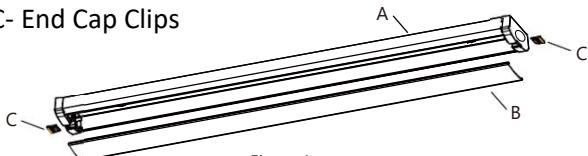

Figure 1
2. Remove diffuser (Part B) from the fixture base (Part A) by sliding an end cap clip(Part C) out from the end cap, then pull out the diffuser (Part B). Install the end cap clip back into the end cap. **See Figure 1.**
2. Pour sortir le diffuseur (pièce B) de la base du luminaire (pièce A), retirez une attache de capuchon (pièce C) du capuchon et dégarez le diffuseur (pièce B). Remettez l'attache de capuchon dans le capuchon. Reportez-vous à la Figure 1.